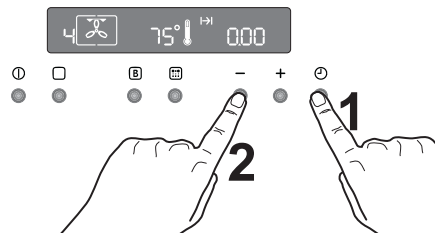

Abb. 10
2. Drücken Sie die Taste “-” um die Zeitangabe zurückzustellen, bis das Display “0.00” anzeigt (Abb. 10).